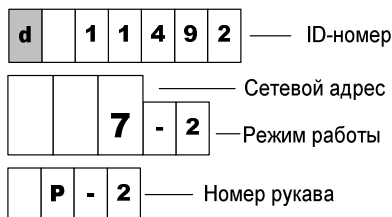

Рисунок 3
- отображение сетевого адреса, режима работы и ID-номер рукава (рисунок 3).